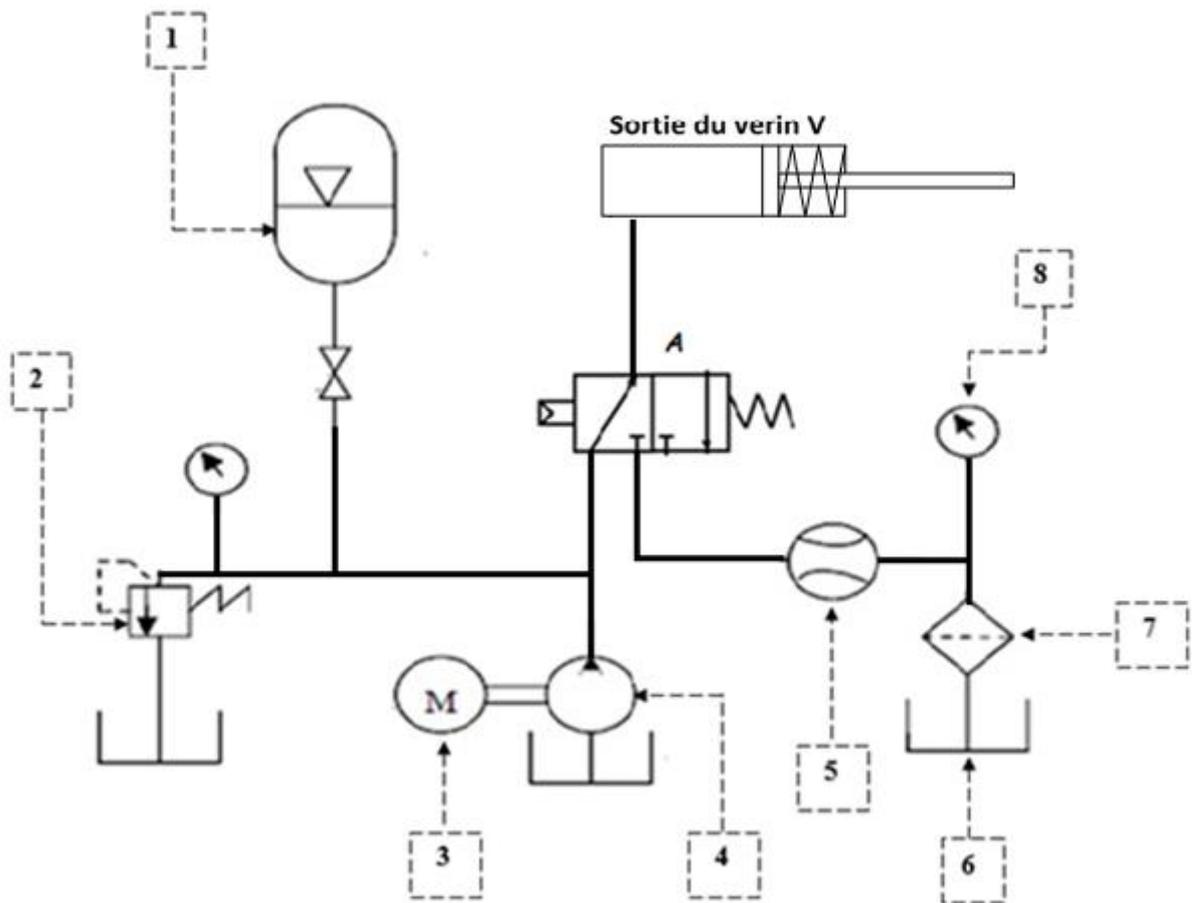

Fig1
Q.8. Compléter le tableau suivant en citant parmi les composants du schéma (fig1, page précédente), ceux qui assurent un rôle de protection : (/2pts)